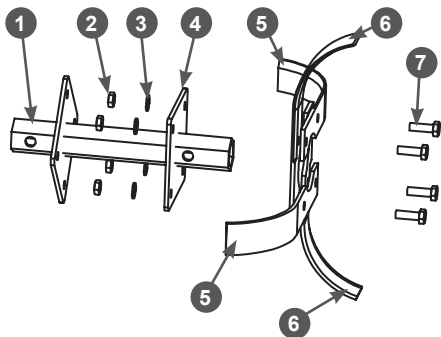

Рис. 10. Установка ножей на внутренний фланец основной секции оси фрезы
- Установите ножи на внутренний (со стороны редуктора) фланец основной секции оси (Рис. 10).
В соответствии с рисунком 10 на внутренний фланец 4 с внутренней его стороны сначала установите правые ножи 5 (имеющие изгиб в сторону от редуктора), затем, как показано на Рис. 10 установите левые ножи 6 (имеющие изгиб к редуктору). Совместите отверстия в ножах и фланце 4, вставьте в отверстия со стороны редуктора болты 7, после чего установите пружинные шайбы 3 и закрутите гайки 2 (Рис. 10). Затяните все резьбовые соединения.